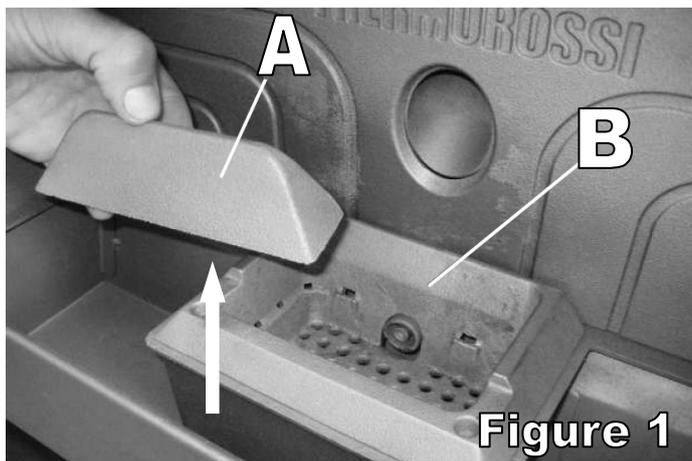

Figure 1
---> pour le thermostat d'ambiance additionnel, brancher directement les bornes 7-8 du bornier CN7 sur la carte en procédant comme indiqué sur la Figure 1.
---> pour le chronothermostat - modem additionnel, brancher directement les bornes 9-10 du bornier CN7 sur la carte en procédant comme indiqué sur la Figure 1.
Il est possible d'installer un thermostat d'ambiance additionnel, en le branchant à la carte comme indiqué sur la Figure 1. Le principe de fonctionnement est le suivant :
Au lieu du thermostat d'ambiance, il est également possible d'installer un chronothermostat, en le branchant à la carte comme illustré dans la Figure 1. En utilisant cette sortie, la fermeture du contact du chronothermostat détermine l'activation du cycle de START, alors que l'ouverture de ce même contact détermine l'activation du cycle de OFF. Le régime de fonctionnement à l'allumage (puissance de combustion - vitesse de ventilation) est le même que celui utilisé avant la dernière extinction de l'appareil.
• Nettoyer le brasero **B** dans les déchets de la combustion, vérifier notamment que les orifices du brûleur et le logement de la résistance soient dépourvus de sédiments de toute sorte et de toute nature ; le cas échéant, enlever les éventuels dépôts de silice, ces derniers indiquent une mauvaise qualité de combustible. Si nécessaire, aspirer et nettoyer, puis remonter correctement le brasero **B** et le catalyseur **A** (Figure 1). Pour ouvrir et fermer la porte utiliser la poignée fournie.